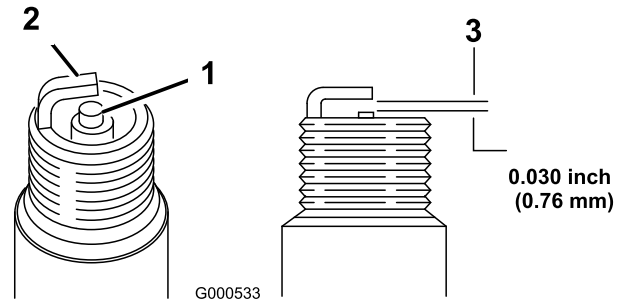

Figure 34
1. Examinez le centre de la bougie (Figure 34). Si le bec de l'isolateur est recouvert d'un léger dépôt gris ou brun, le moteur fonctionne correctement. S'il est
2. Contrôlez l'écartement entre l'électrode centrale et l'électrode latérale (Figure 34). Courbez l'électrode latérale (Figure 34) si l'écartement est incorrect.